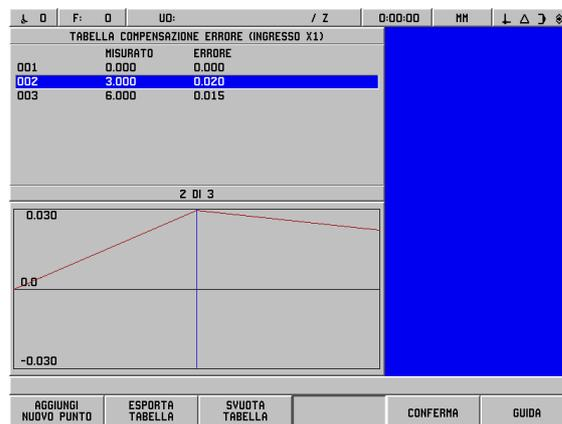

Fig. II.13 Maschera per la compensazione errore non lineare
- Il grafico rappresenta l'errore di inseguimento (valore di riferimento - valore misurato) rispetto al valore misurato. La riga graduata del grafico è fissa. Spostando il cursore nella maschera, la posizione del punto sul grafico è indicata da una linea verticale di colore blu. Vedere Fig. II.13.